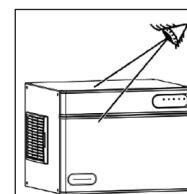

Abb. 4.
a) Sicherstellen, dass das Gerät keine Transportbeschäden erlitten hat (Abb. 4)